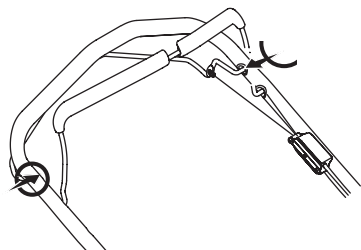

Figure 8
2. Lubrifiez aussi les points de pivotement du levier d'engagement de la transmission des modèles de la série 280 au moins une fois par saison. Cette commande doit bouger facilement dans les deux directions. Voir Figure 8.
3. Lubrifiez les roues avec de l'huile légère ou avec de l'huile à moteur au moins une fois par saison. Si une roue est démontée, lubrifiez la surface du boulon de l'essieu et la surface intérieure de la roue avec de l'huile légère. Voir Figure 8.